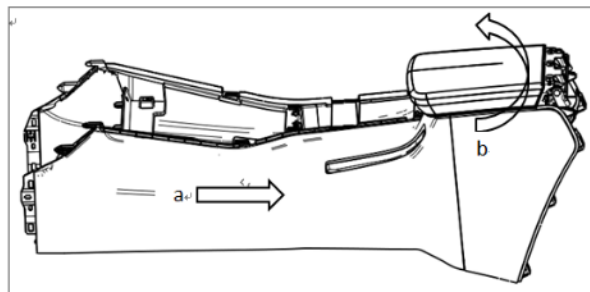

图 1.6.10 副仪表板本体总成的拆卸
- (3) 将换挡手柄拨至空挡位置，将手刹拉至上止点锁紧位置。
(4) 慢慢将副仪表板本体总成向车后方向移动适当距离，使副仪表板总成前端与仪表板配合处松开。
(5) 用手拖住副仪表板本体总成将本体总成后部慢慢向上抬起，与地板成一定适当角度；同时将整个本体总成向上抬高，使换挡机构和手刹慢慢穿过副仪表板本体总成上面的过孔，最后将本体总成取下。如图1.6.10所示: